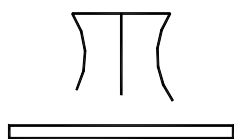
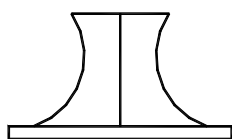

Fig. U6.26
Fig. U6.27
3. Desenul din Fig. U6.26 trebuie adus la forma din Fig. U6.27. Specificați care dintre comenzile de mai jos permit acest lucru: